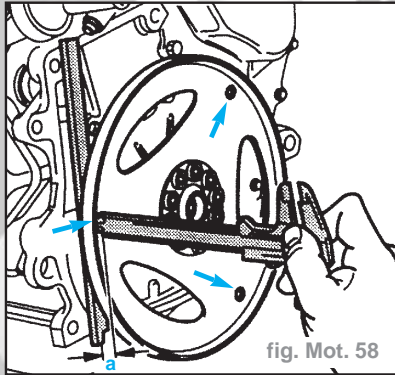

fig. Mot. 58
- Mesurer la cote **-a-** par rapport au bloc-cylindres à travers les trois alésages de la fixation de convertisseur à l'aide d'une règle auxiliaire et d'une jauge de profondeur et calculer la valeur moyenne (fig. Mot.58).